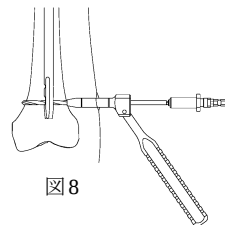

図8
- 4) ドリルガイドを用い、4.2ドリル/4.2ラジオールセントドリルにて穴あけを行います。(図8)